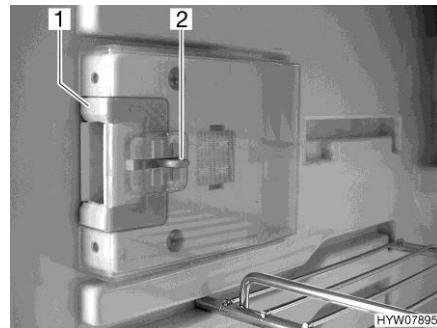
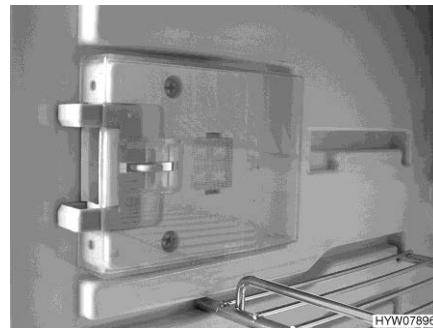

Fig. 166 Dispositivo di chiusura (posizione normale)
Fig. 167 Dispositivo di chiusura (posizione di ricircolo d'aria)
- Premere il dispositivo di sblocco (Fig. 166,2).
- Spingere il dispositivo di chiusura (Fig. 166,1) in avanti (Fig. 167).